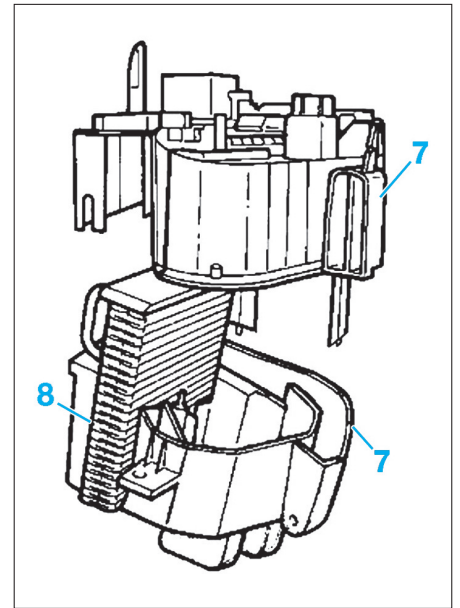

Fig. 28
- Séparer les demi coquilles (7) et dégager l'évaporateur (8) (Fig.28).